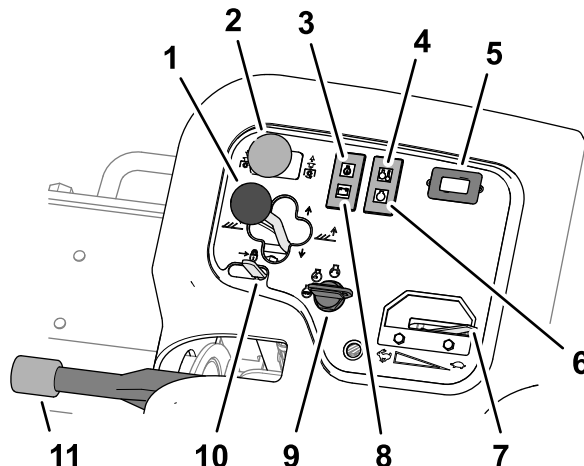

Figure 43
- Pour abaisser les unités de coupe au sol, poussez le levier de commande en avant à la position ABAISSEMENT (Figure 43).
La commande des unités de coupe (Figure 43) a 2 positions : ENGAGÉE et DÉSENGAGÉE. Le commutateur à bascule actionne une électrovanne sur le distributeur pour commander les unités de coupe.
Le témoin de pression d'huile (Figure 43) s'allume quand la pression de l'huile moteur descend au-dessous du niveau admissible.
Le témoin de surchauffe (Figure 43) s'allume si la température du liquide de refroidissement est trop élevée. À cette température, les unités de coupe s'arrêtent. Si la température du liquide de refroidissement monte encore de 5,5 °C, le moteur s'arrête pour éviter de causer d'autres dommages.
Le compteur horaire (Figure 43) indique le nombre total d'heures de fonctionnement de la machine. Il se déclenche chaque fois que la clé de contact est tournée à la position Contact.
Le témoin de préchauffage (Figure 43) s'allume quand les bougies de préchauffage sont activées.
Déplacez la commande d'accélérateur (Figure 43) en avant pour augmenter le régime moteur et en arrière pour le diminuer.
Le témoin d'alternateur (Figure 43) s'éteint quand le moteur tourne. Si le témoin d'alternateur s'allume alors que le moteur tourne, vérifiez le système de charge et réparez-le au besoin.
Utilisez le commutateur d'allumage (Figure 43) pour faire tourner le moteur et allumer les phares. Le commutateur d'allumage a trois positions :
Déplacez le verrou du levier de levage (Figure 43) en arrière pour empêcher les unités de coupe de retomber.
Chaque fois que vous arrêtez le moteur, serrez le frein de stationnement (Figure 43) pour éviter que la machine ne se déplace accidentellement. Tirez sur le levier pour serrer le frein de stationnement et poussez le levier pour desserrer le frein de stationnement.